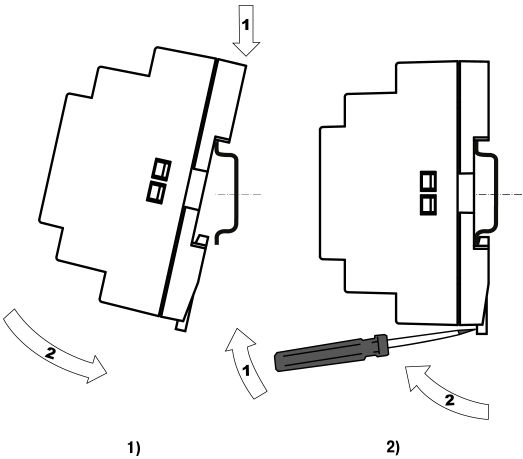

Рисунок 6 – Монтаж (1) и демонтаж (2) прибора
- С усилием придавить прибор к DIN-рейке в направлении, показанном стрелкой, до фиксации защелки (см. рисунок 6).
Для демонтажа прибора следует (см. рисунок 6):